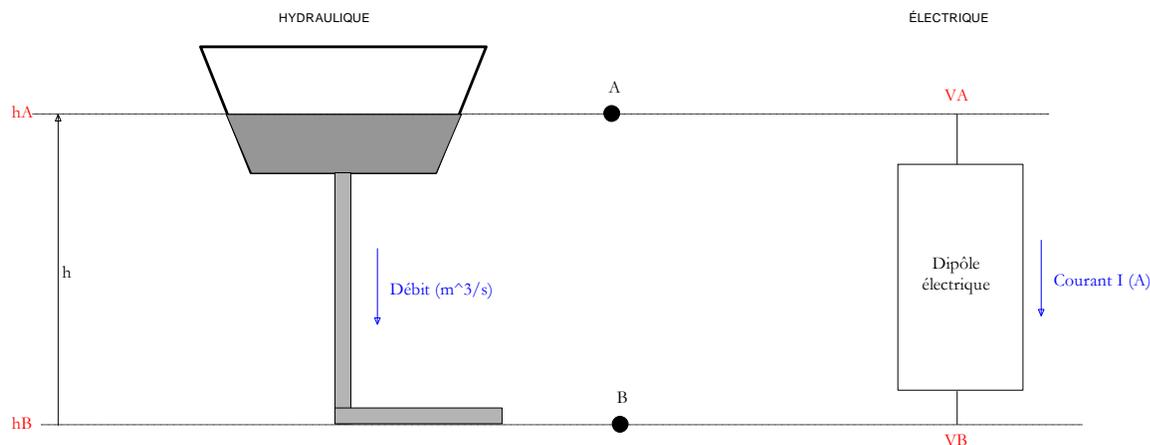

Figure 1.7. Analogie électrique-hydraulique
Analogie électrique-mécanique: Bien que l'eau et l'électricité font rarement bon ménage, il existe plusieurs points communs entre les circuits électriques et les circuits hydrauliques. La Figure 1.7 permet d'établir les différentes analogies.
- **Potentiel électrique** : Il a été fait allusion plus haut de la force d'attraction ou de répulsion qui s'exerce entre deux particules chargées électriquement. Cette force électrique est analogue à la force gravitationnelle entre deux masses. C'est ainsi que l'on définit l'**énergie potentielle électrique** qui est analogue à l'énergie potentielle gravitationnelle. Le **potentiel électrique noté V ou v** est l'**énergie potentielle électrique par unité de charge**. Comme montré sur la Figure 1.7, on fait l'analogie entre le **potentiel** et l'**altitude**. Dans la partie hydraulique, le débit d'eau est d'autant plus élevé que la dénivellation $h = h_A - h_B$ est importante. Ainsi aux altitudes h_A et h_B correspondent les potentiels V_A et V_B ; avec la d.d.p. $V_A - V_B$ qui correspond à la dénivellation h .
Remarque : Sur la **Figure 1.7**, l'altitude h_B n'a pas d'importance et peut donc être approximée à zéro. Cela reste valable pour les potentiels c'est-à-dire que le potentiel le plus bas peut donc **être choisi égale à zéro**. Le point de potentiel **pris arbitrairement nul** dans un circuit électrique s'appelle selon les cas le **neutre**, la **masse** ou la **terre** du circuit et plus globalement la **référence**. L'un ou l'autre des symboles ci-dessous pourra être utilisé dans un circuit électrique pour spécifier la référence du circuit c'est-à-dire le potentiel zéro.